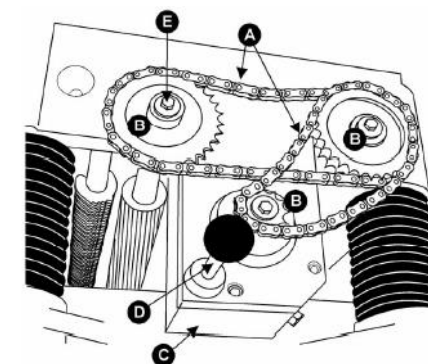
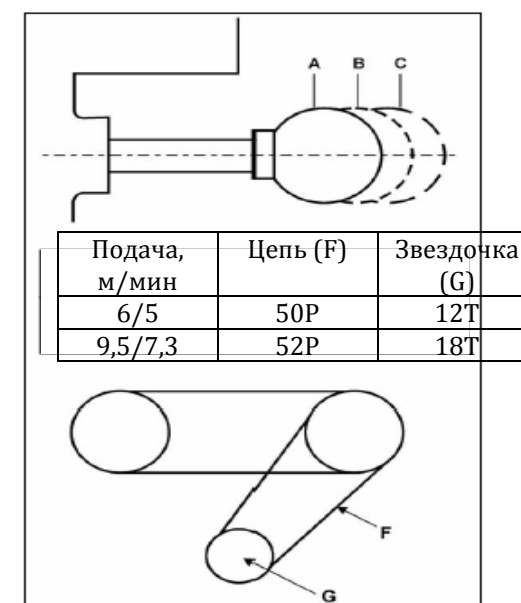

Рис. 28
Рис. 29
Станок оснащен спиральным зубчатым подающим роликом и сплошным отводящим роликом. При включении подающего ролика осуществляется подача заготовки. Ролики автоматически замедляются при большой нагрузке станка для обеспечения высококачественного строгания на всех режимах. Привод роликов осуществляется цепной передачей (**Рис. 28, А**) со звездочками (**Рис. 28, В**), которая передает мощность непосредственно от режущего вала через зубчатый редуктор с масляной ванной. (**Рис. 28, С**).
Редуктор двухскоростной. Скорости переключаются вытягиванием рычага переключения ли вдавливанием его (**Рис. 28, D**) во время работы станка. Диапазон подач показан на **Рис. 29**.
Минимальную подачу рейсмусового станка (5 м/мин и 6,3 м/мин) можно получить заменой меньшей (на валу редуктора) звездочки и цепи. См. **Рис. 29**. Для замены звездочки и цепи выполнить следующее:
2. Вывернуть три винта и снять шайбы (**Рис. 28, E**).
3. Одновременно снять три звездочки (**Рис. 28, В**) с подающего ролика, отводящего ролика и вала редуктора.
4. После снятия звездочек (**Рис. 28, В**) заменить малую звездочку, которую установить на вал редуктора.
5. Поставить три звездочки и надеть цепь на валы, затянуть винты (**Рис. 28, E**).